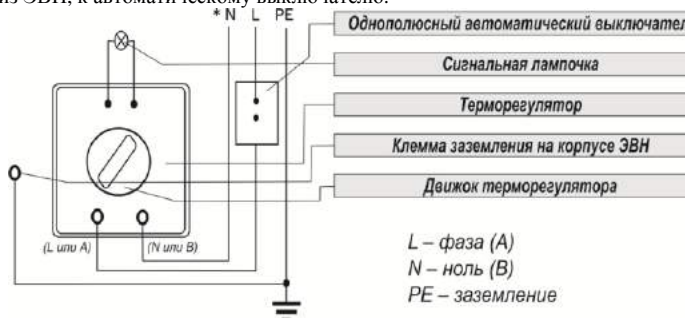

Рис. 7. Схема электрическая
В цепь электропитания необходимо установить автоматический выключатель с током отсечки, равным 10А для ЭВН мощностью от 1,6 кВт до 2,5 кВт. Подключение моделей E-Series, O'Pro, EGO, Round, O'Pro + (рис. 7, 8) и моделей D400-2-BC – снимите защитную крышку ЭВН;
Подключение моделей O'Pro (PC) (рис. 7, 8) и Steatite (рис. 7, 9, 10, 11);